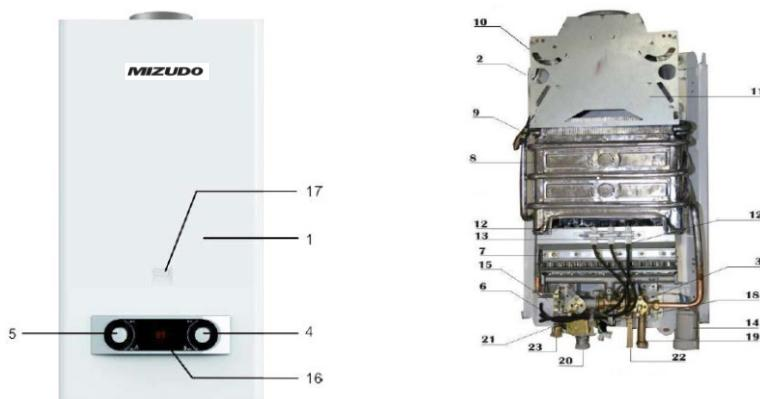

Рис. 1. Аппарат водонагревательный проточный газовый бытовой MIZUDO
Рис. 1а. Аппарат водонагревательный проточный газовый бытовой (модель с модуляцией пламени) **MIZUDO**
4.3.1 Аппарат настенного типа имеет прямоугольную форму, образуемую съемной облицовкой 1, установленной на каркасе 2 (см. рис. 1).
Водогазовый узел 3 (см. рис.1) предназначен для включения аппарата и обеспечения регулирования температуры воды и расхода газа. Узел состоит из двух регуляторов: водяного и газового, а также механического газового клапана.
Конструкция регулятора водяного осуществляется открывание механического газового клапана и подачу газа к горелке только при наличии протока воды, одновременно обеспечивая открывание электромагнитного клапана 6 (см. рис. 1).